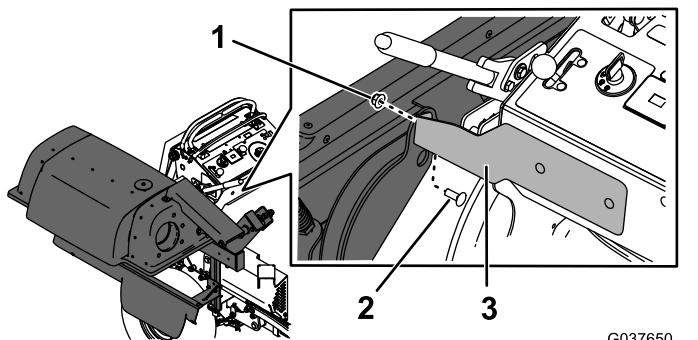

図 16
4. バガーフレームを、前取り付けブラケットに固定するキャリッジボルト $\frac{3}{8}$ " x 1"とナット $\frac{3}{8}$ "で図 16 のように取り付ける。.